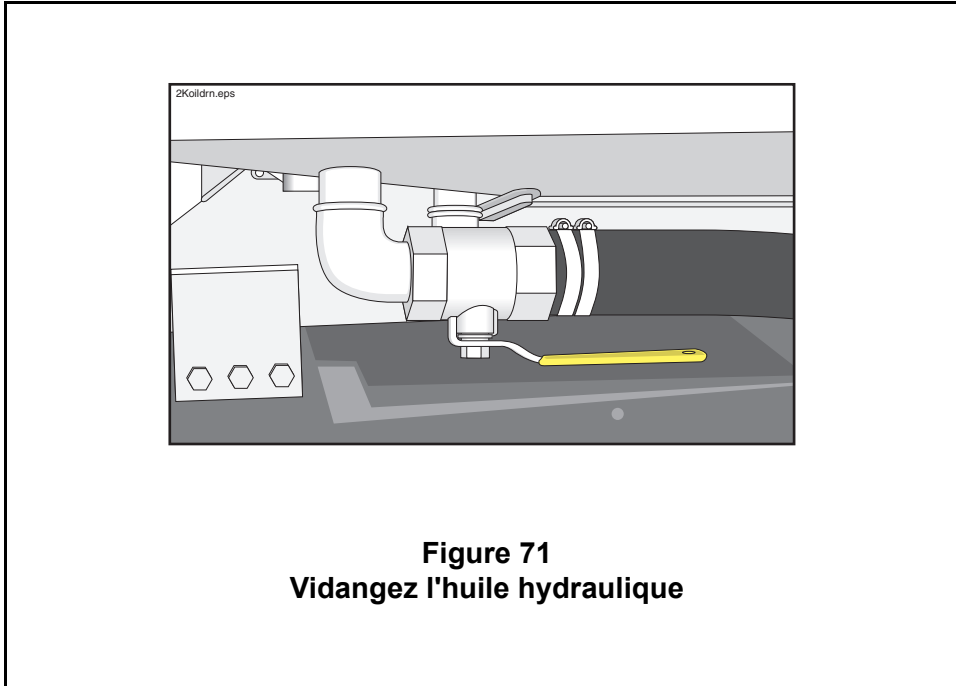

Figure 71
- c. Déversez l'huile rance dans des récipients à déchets quelconques. L'huile peut être pompée par le couvercle d'inspection situé en haut du réservoir ou évacuée du fond du réservoir (Figure 71).